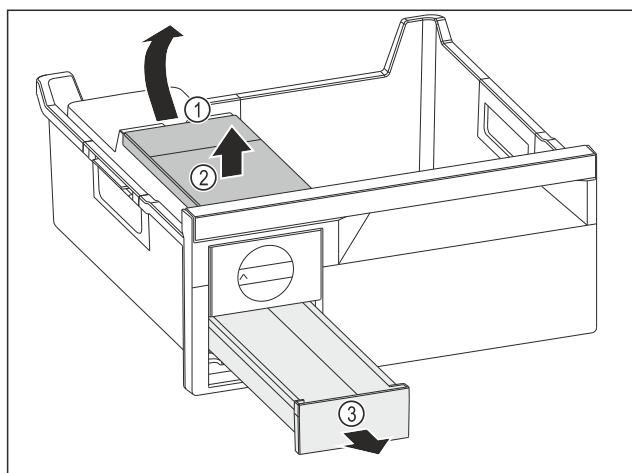

Fig. 176
- ▶ Vegye ki a víztartályt: Emelje fel a víztartályt a kivágásnál Fig. 176 (1).
- ▶ Vegye ki felfelé a víztartályt Fig. 176 (2).
- ▶ Vegye ki a előre felé a jégkocka-fiókot Fig. 176 (3).